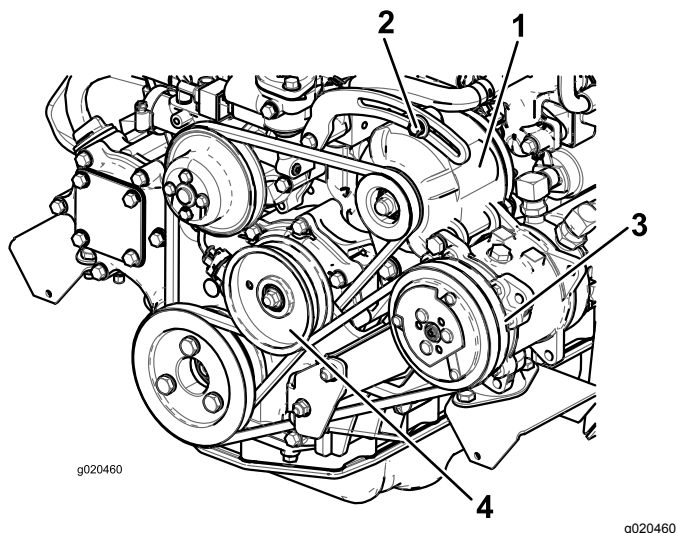

Figure 113
Si vous n'obtenez pas une flèche de 10 mm, desserrez les boulons de fixation de l'alternateur (Figure 113).
Vérifiez l'état et la tension de la courroie (Figure 113) toutes les 100 heures de fonctionnement.
2. Si vous n'obtenez pas une flèche de 10 mm, desserrez le boulon de fixation de la poulie de tension (Figure 113). Augmentez ou diminuez la tension de la courroie du compresseur et resserrez le boulon. Contrôlez de nouveau la flèche de la courroie pour vérifier si la tension est correcte.